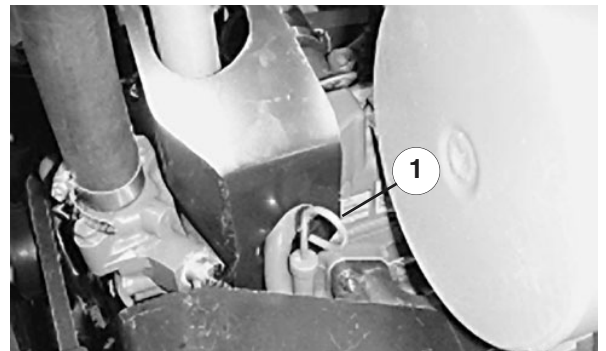

Figure 3
2. Sortez la jauge (Fig. 3), essuyez-la sur un chiffon propre et remettez-la en place. Sortez de nouveau la jauge et vérifiez le niveau d'huile. Il doit atteindre le repère du plein sur la jauge.